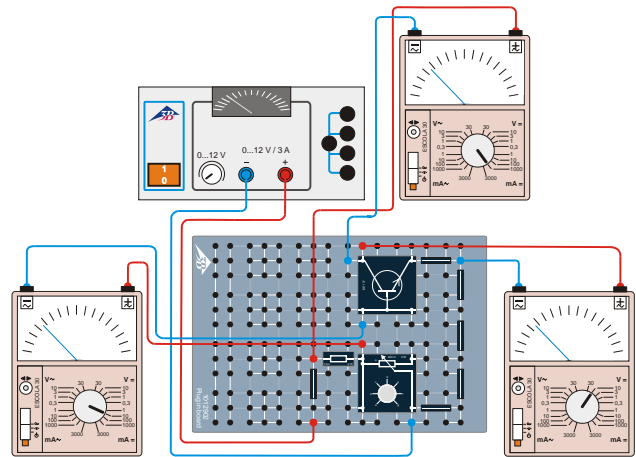

Fig. 4: Esquema de ligação para registro da curva característica de comando.
- Montar a ligação conforme a Fig 4. Os três multímetros analógicos conectados destinam-se ao controle da tensão básica do emissor U_{CE} e à medição da corrente básica I_B e da força da corrente do coletor I_C .